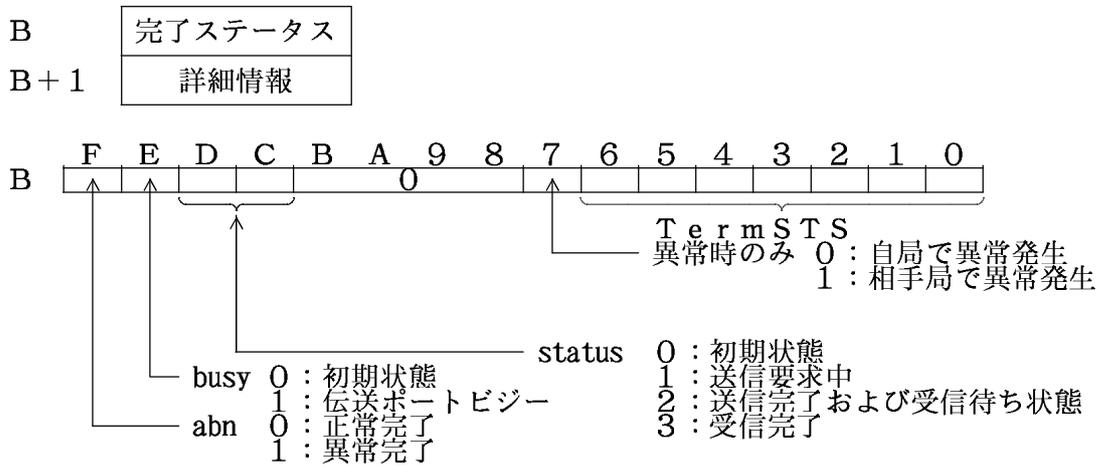

図5. 7 完了ステータス構成
完了ステータス (B) の構成を図5. 7に示します。TermSTSの内容を表5. 5、詳細情報の内容を表5. 6に示します。
c) 完了ステータス構成 (C、D、E、Fは図5. 7参照)